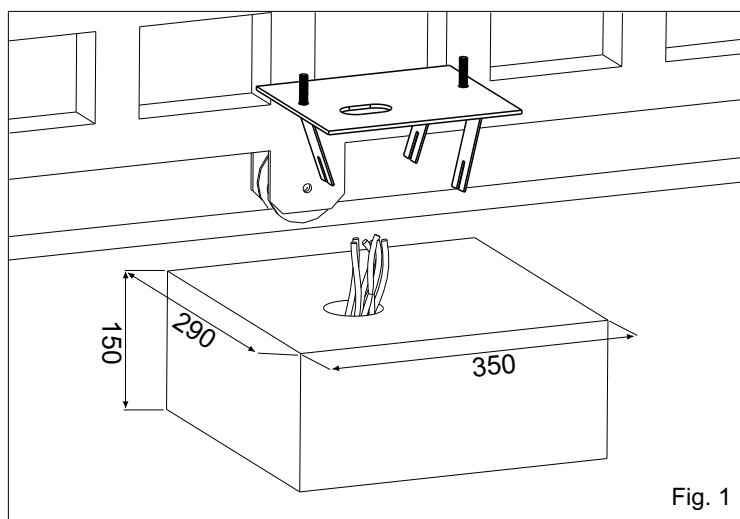

Fig. 1
2.1. Predisporre in base alle misure riportate in Fig. 1 una piazzola di cemento all'interno della quale verrà murata la piastra di fondazione.